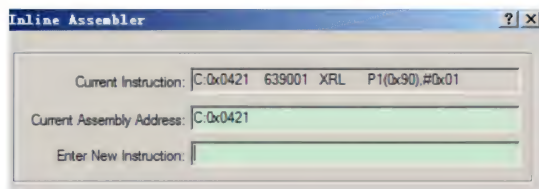

图 4.36 在线汇编对话框
- 在线汇编：所谓的在线汇编是指，修改程序后不必退出调试环境重新编译而使修改生效的技术。在线汇编大大方便了程序的调试，选择 Debug | Inline Assembly 命令，启动在线汇编命令，会弹出如图 4.36 所示的对话框，在 Enter New Instruction 栏中输入希望的新指令，完成后按“Enter”键，新输入的指令将取代指定行上的原来的指令，并且自动指向下一条语句，可以继续修改，如果不再需要修改，单击右上角的“关闭”按钮关闭窗口即可。